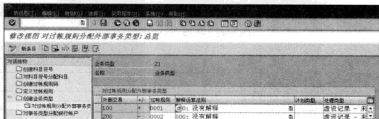

图 5-85 分配外部事务类型
STEP 2 单击左树中的“创建业务类型”选项,即可在右栏中看到当前系统中对应的业务类型。选择某一条业务类型,然后选择左树中的“对过账规则分配外部事务类型”选项,在右栏中可以看到该业务类型下对应的外部交易以及对应的过账规则,如图 5-85 所示,可以在表中为过账规则分配对应的外部事务类型。